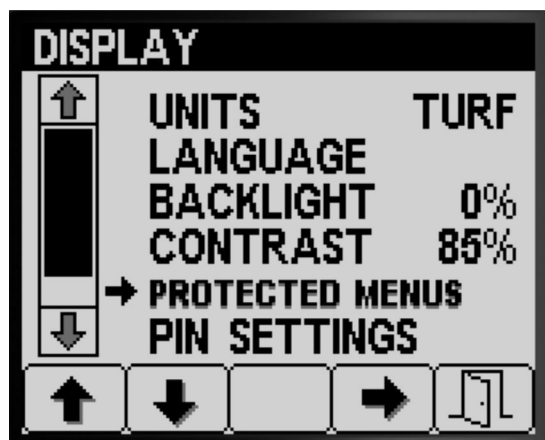

Рисунок 21
1. Нажмите кнопку 1 или 2, чтобы перейти к пункту PROTECTED MENUS (ЗАЩИЩЕННЫЕ МЕНЮ) (Рисунок 21).
2. Нажмите кнопку 4 для выбора пункта PROTECTED MENUS (Защищенные меню) (Рисунок 21).